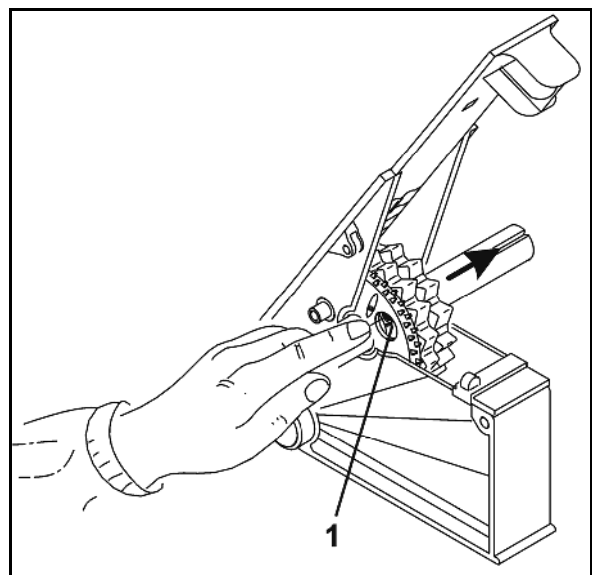

Fig. 31
1. Beveg girspaken opp og ned helt til boringene (Fig. 31/1) i de fine såhjulene blir synlige.